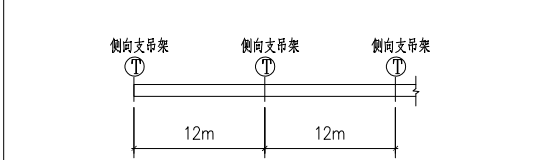

图1：水平直线段侧向抗震支吊架设置示意图
- 5、线路直线段的起端和末端应设置侧向抗震支吊架，详见图1，两个侧向抗震支吊架之间的